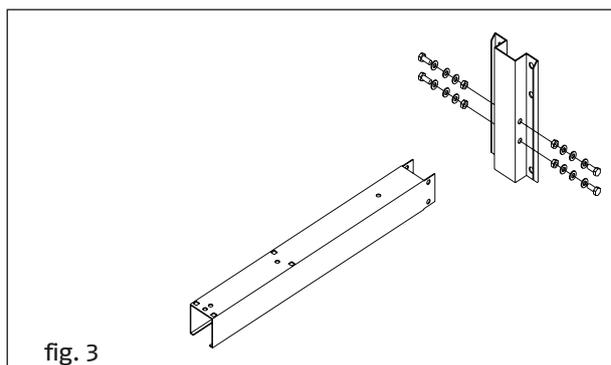

fig. 3
- ora portare i due longheroni in prossimità delle due staffe precedentemente fissate alla parete, e fissarli con gli appositi bulloni (vedi fig.3).